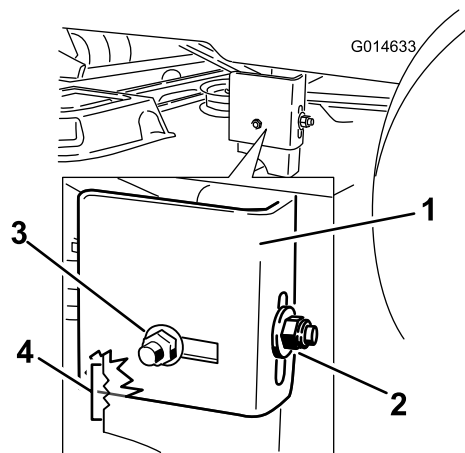

Figura 50
7. Mova para o lado esquerdo da máquina. Verifique se os parafusos de carroçaria lateral está na posição fixa ou ranhurada (Figura 50).
fixação lateral da posição fixa e instale-a na posição de ajuste ranhurada (Figura 50).
9. Solte a porca de bloqueio traseira no suporte de suspensão (Figura 50).